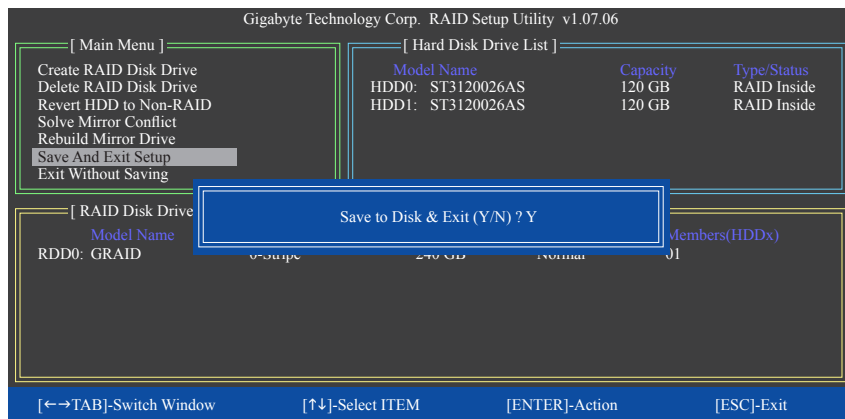

図 10
7. **Save and Exit Setup:** RAID アレイを構成した後、メイン画面で **Save And Exit Setup** 項目を選択し、設定を保存してから RAID BIOS コーティリティを終了し、<Y> を押します (図 10)。